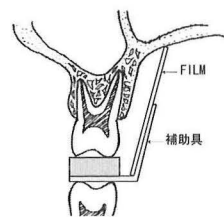

図2. 補助具の利点
- ・歯軸とフィルムを平行に近づけて位置づけるため、歪みの少ない画像が得られる (図2)